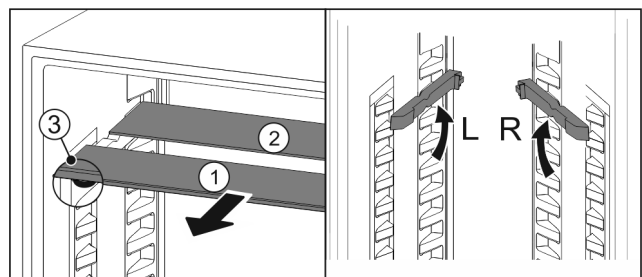

Fig. 37
- ▶ По одной извлеките Fig. 37 (1) стеклянные панели движением вперед.
- ▷ Стеклянная панель Fig. 37 (1) с декоративной планкой лежит спереди.
- ▷ Стопоры Fig. 37 (3) показывают вниз.